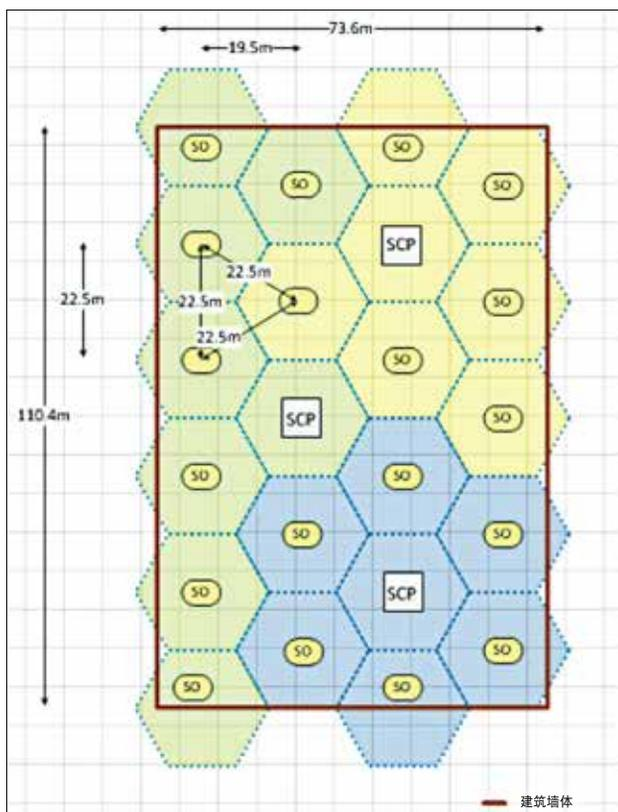

图5: 专用于提供WAP上行链路连接的单SCP和7到8个六边形覆盖区示例
- 如果采用由七到八个425m²六边形覆盖区组成的六边形部署模式，则可覆盖3000m²的范围区（不包括周边未使用的覆盖区部分），只需一个区域配线箱即可满足WAP上行链路连接需求，但对其它楼宇设备的支持十分有限（有关覆盖区和范围区的示例，请参见图5）。